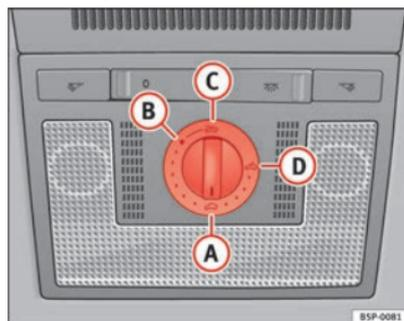

Fig. 68 Pormenor do revestimento interior do tadjadilho: comando giratório do tecto de abrir / deflector
- Rode o comando para a posição **A** ⇒ Fig. 68 ⇒ ⚠.